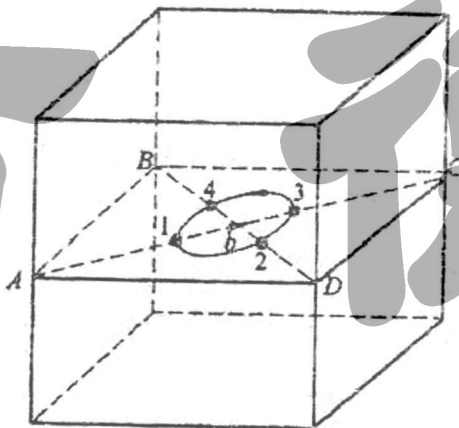

图 2
5. 如图2所示的立方体形晶体中，ABCD 滑移面上有一个位错环，